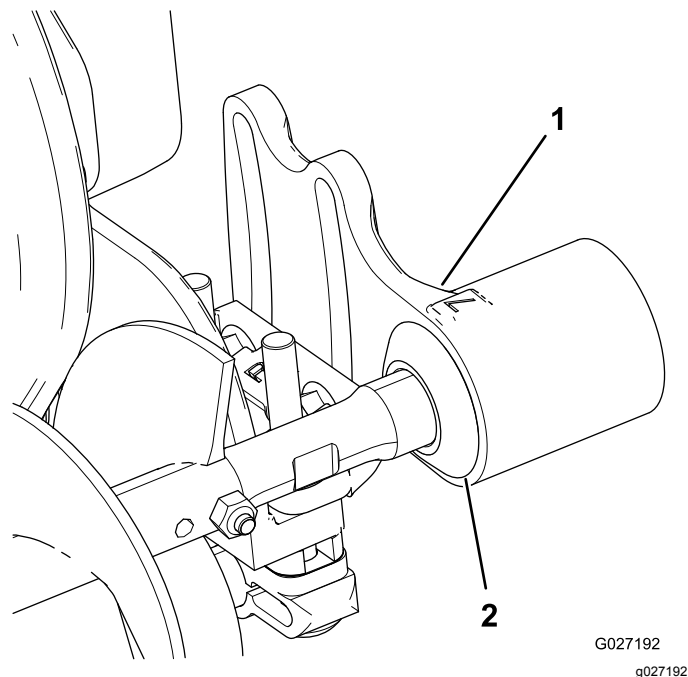

図 7
1. 各エクスクルーダシールを外側にずらし、シールのリップがそれぞれのベアリングハウジングに軽く接触するようにする 図 7。